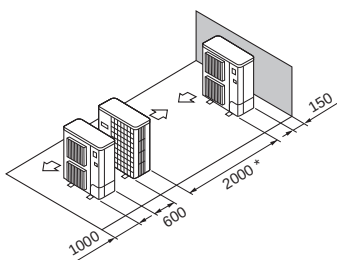

Fig. 2-12
- ⑤ Розміщення блоків на одній паралелі (Fig. 2-12)